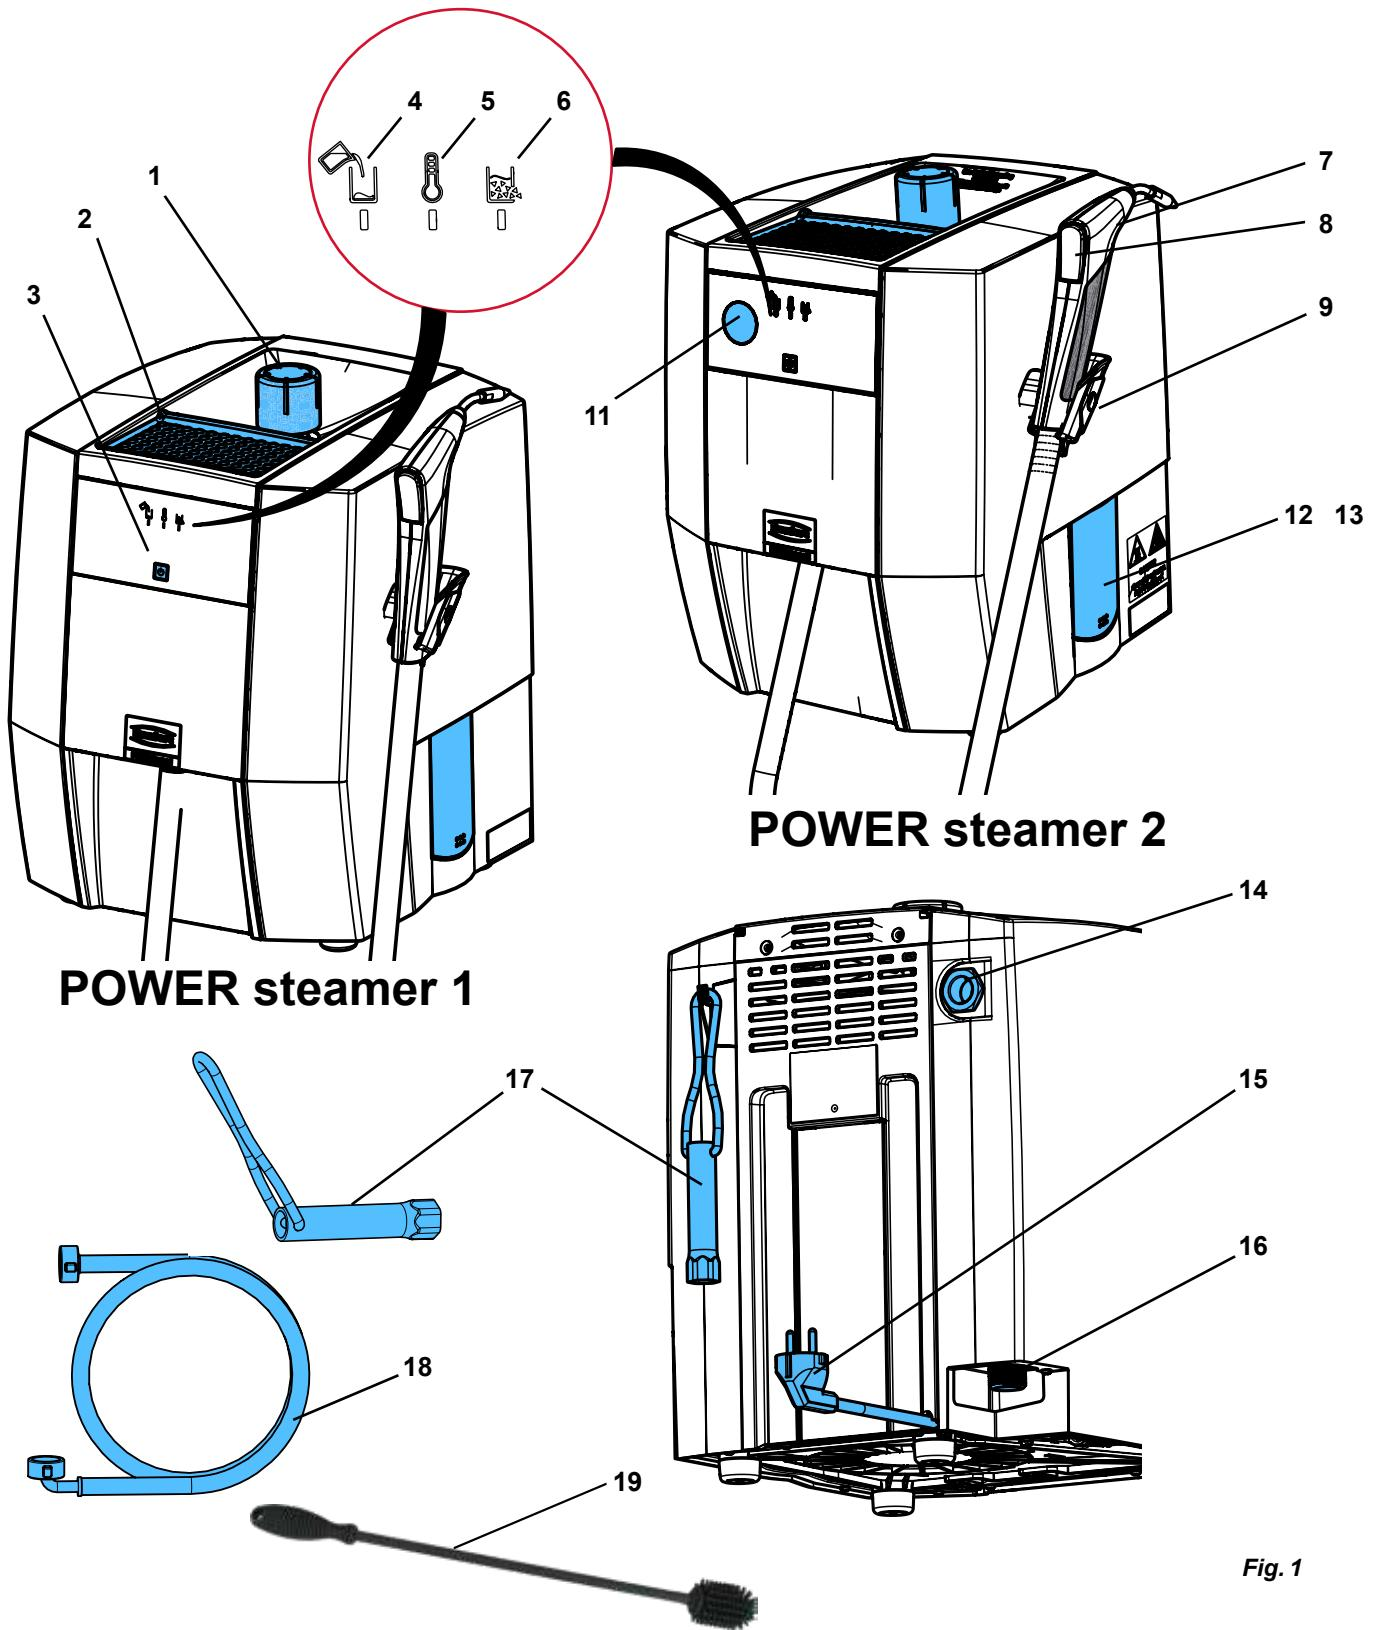

Fig. 1
- **Montar o equipamento de tal forma que, no caso de uma saída de vapor pela abertura de saída da válvula de sobrepressão (14, Fig. 1), não haja perigo.**
Os modelos de gesso ou modelos de revestimento podem ser colocados na bandeja do modelo (2, Fig. 1) para secar.
⇒ Aparafusar a tampa do tanque (1, Fig. 1).
Montar o equipamento de tal forma que, no caso de uma saída de vapor pela abertura de saída da válvula de sobrepressão, (14, Fig. 1) não haja perigo (por ex. não instalar o equipamento à frente de uma tomada).
A abertura de saída da válvula de sobrepressão (14, Fig. 1) não pode estar fechada nem bloqueada de qualquer outro modo.
- !** Perigo devido a vapor de água sob pressão! Antes de abrir a tampa de inspeção, garantir que o recipiente de pressão já não está pressurizado. Abrir e remover a tampa do tanque (1, Fig. 1) para o efeito.
- ⇒ Montar o equipamento de tal modo que possa escoar água pela abertura de inspeção (12/13, Fig. 1) para uma bacia.